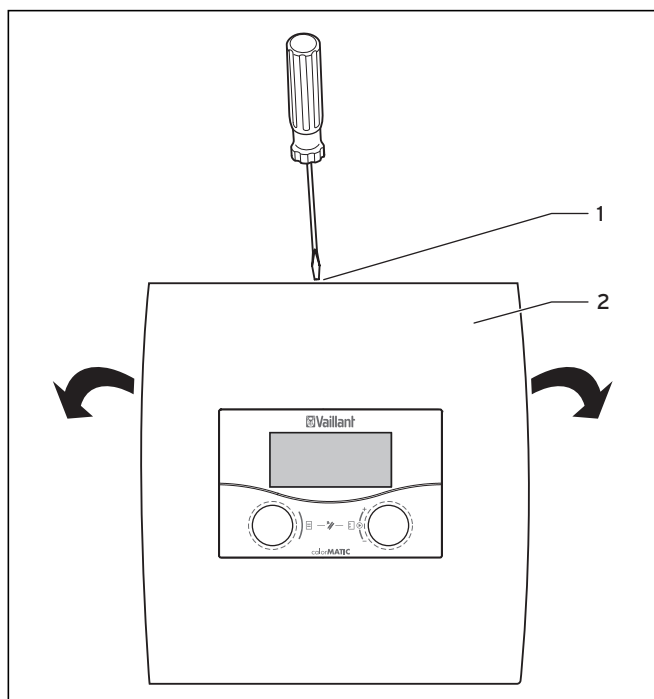

Fig. 10.2 Ouverture du montage mural
- Détachez la vis (1) sur le côté supérieur de la structure murale.
- Rabattez le couvercle du boîtier (2). Démontez le couvercle du boîtier et enlevez-le.
- Retirez le régulateur (1) de la structure murale (2). Pour ce faire, introduisez un tournevis dans les deux languettes (voir → fig. 10.2).